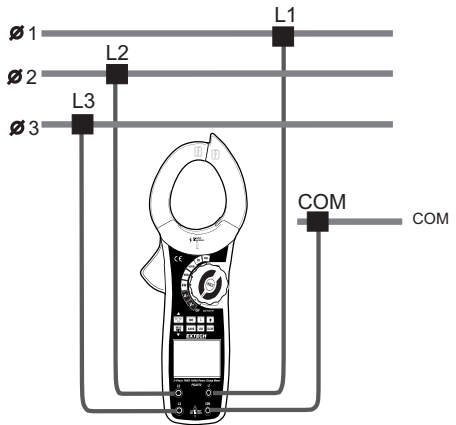

Figura 5 (3P4W)
**3Φ4Filo:** collegare tutti e 3 i fili (rosso -L1), giallo-L2 e blu-L3) nella L1, L2 e L3 metro terminali di ingresso e collegare ciascuno a un conduttore di fase. (Si veda la figura 5)